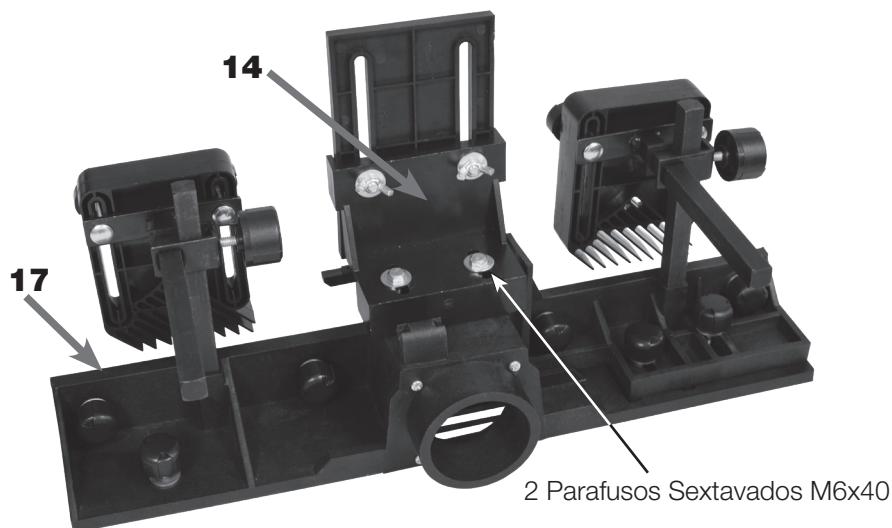

FIGURA 25 - Montagem do Conjunto da Barra de Pressão Vertical
19. MONTAR o Conjunto da Barra de Pressão Vertical (14) sobre o Suporte de Apoio (17);
20. FIXAR o Conjunto da Barra de Pressão Vertical (14) pelos Parafusos Sextavados M6x40 e suas respectivas porcas e arruelas (figura 25);
1. REMOVER todo o conjunto da Barra de Pressão Vertical (14) (figura 25);